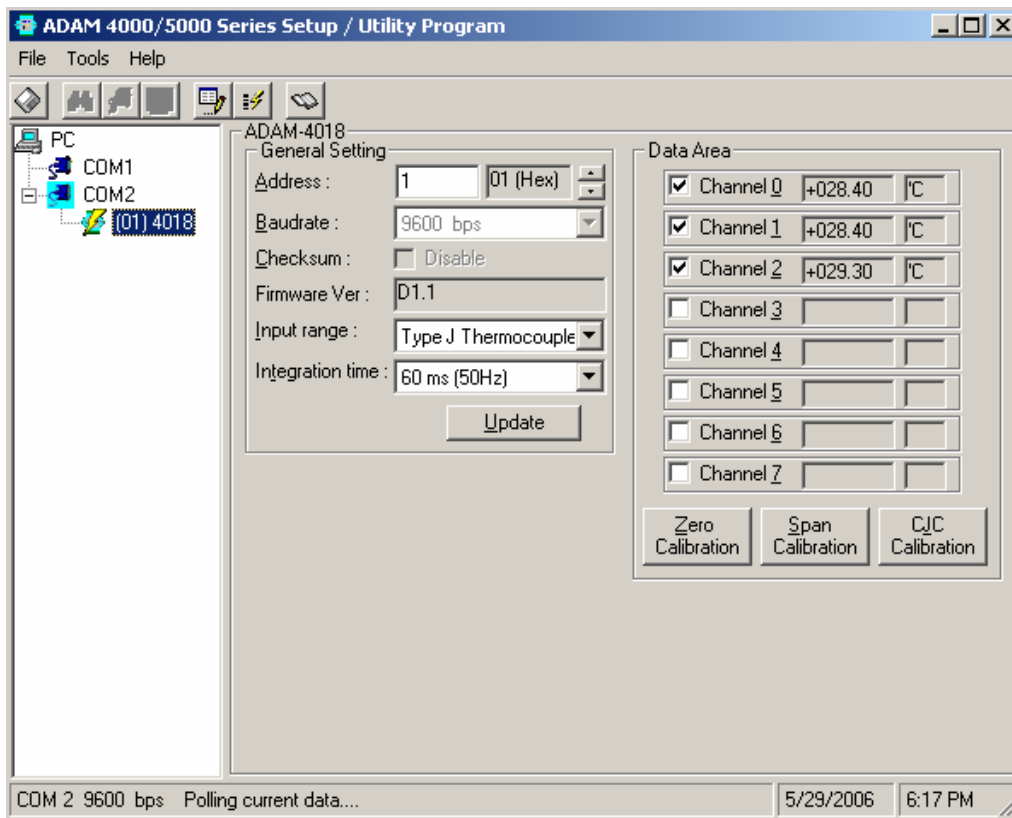

Fig.H.6. Panoul de configurare al modului **ADAM-4018** în cazul când la primele trei intrări analogice sunt conectate 3 termocupluri
- se selectează cu mouse-ul icoana specifică modulelor **ADAM** (de remarcat că aceasta este însoțită de adresă și numărul modului), pe ecran apărând panoul de configurare din fig.H.6; se selectează – cu mouse-ul poziționat pe **Input Range** – tipul de termocuplu folosit (de reținut că modulul acceptă, pentru o configurație de achiziție
b) Atunci când se conectează traductoare cu ieșire în semnal unificat de curent continuu în gama  $4\text{mA} \div 20\text{mA}$ , trebuie inserată în circuitul bulei de curent o rezistență de  $125\Omega$ , iar în fig.H.6 se alege **Input Range**  $\pm 20\text{mA}$ , ceea ce este echivalent cu o cădere de tensiune în plaja de variație  $0,5\text{V} \div 2,5\text{V}$  (a se vedea că domeniul maxim de achiziție pentru tensiuni este  $\pm 2,5\text{V}$ ). Pentru această configurație de intrare, se lansează în execuție doar **Zero Calibration** și **Span Calibration**.